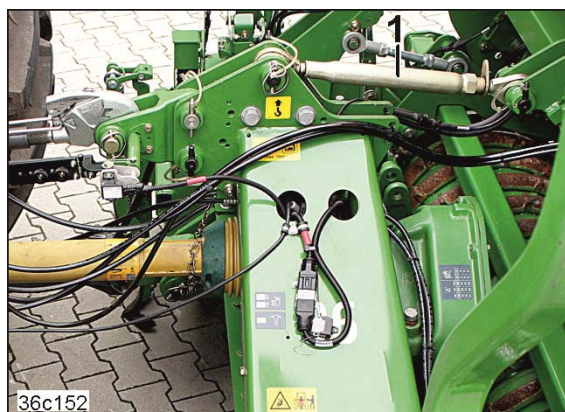

Fig. 133
9. Fest toppstaket (Fig. 133/1) og sikre med låsesplinter.